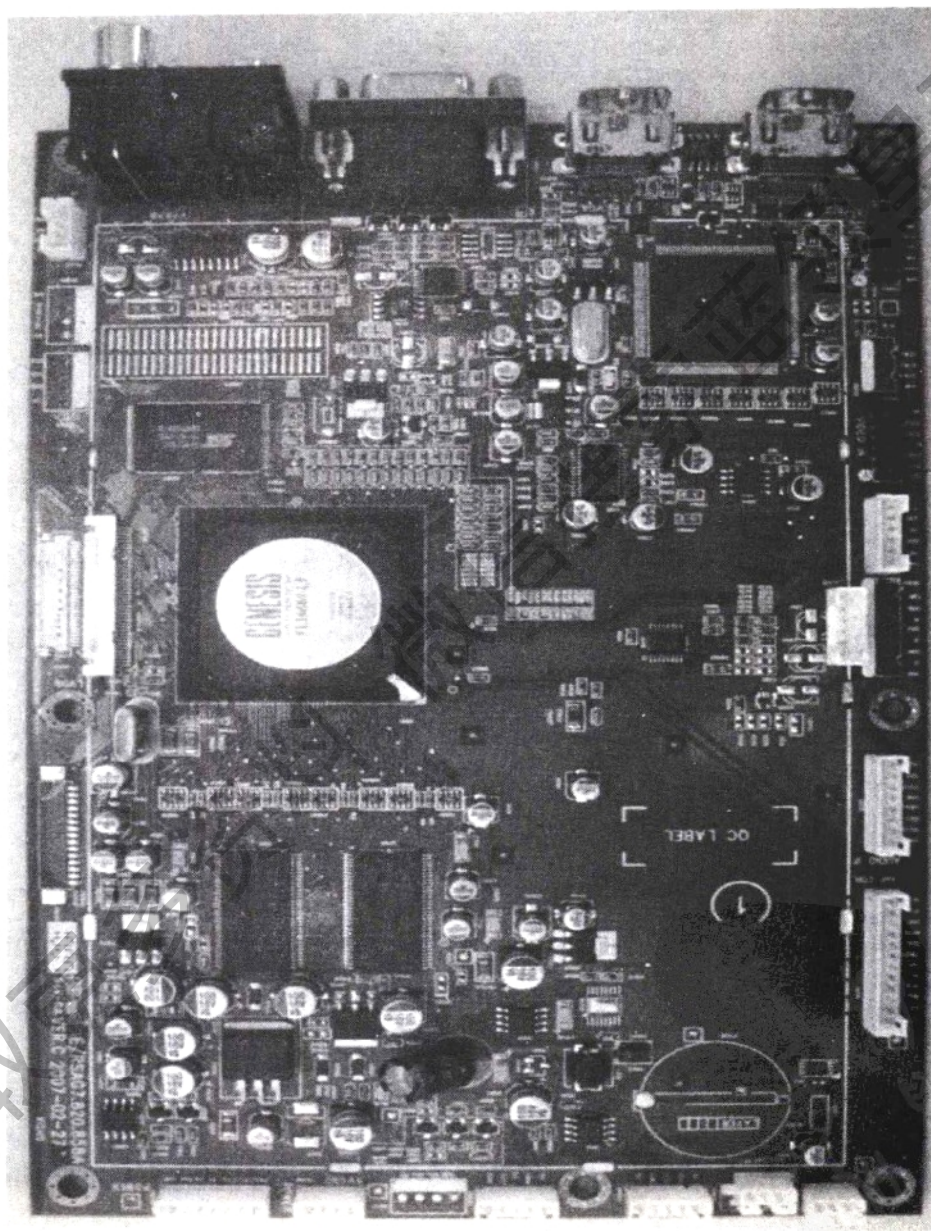
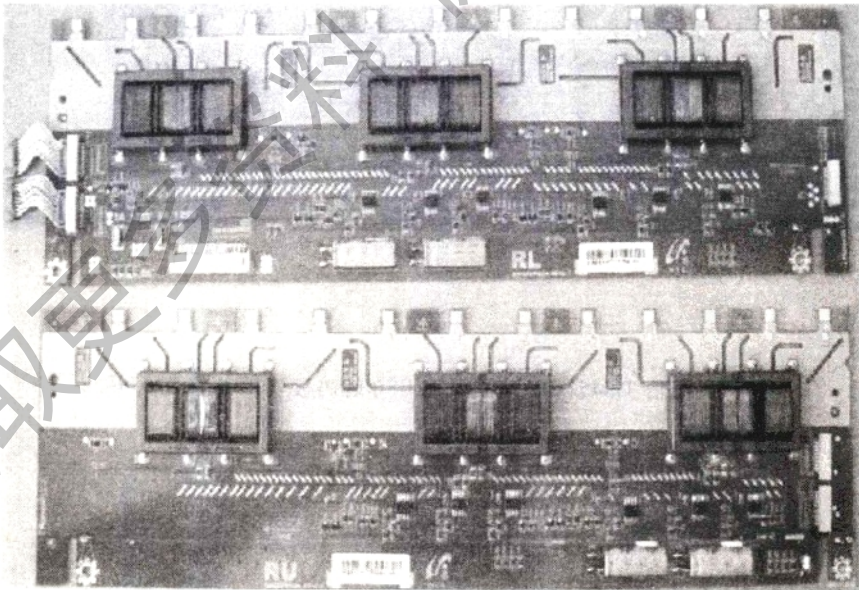

图 7-5 海信 TLM5229P 液晶电视主板 (RSAG7.820.858A)
图 7-9 海信 TLM5229P 液晶电视高压板 (SSI520HC24)
5. 海信 TLM5229P 液晶电视电路板 (见图 7-5 ~ 图 7-9)